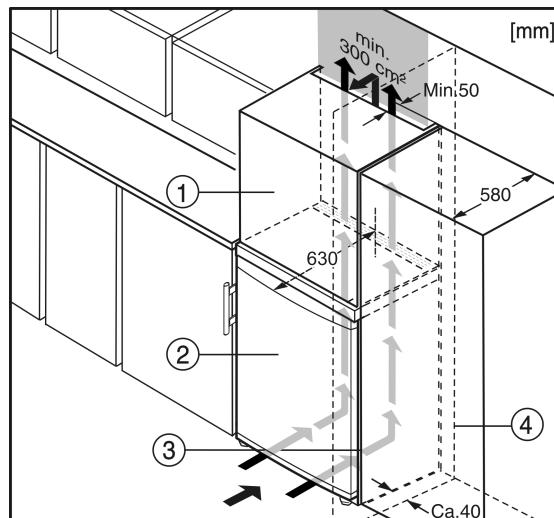

Fig. 5
(1) Opbouwkast
(2) Apparaat
(3) Keukenkast
(4) Wand
Het apparaat Fig. 5 (2) kan worden ingebouwd in de keuken. Om het apparaat aan de hoogte van het keukenblok aan te passen, kunt u er een passende opbouwkast Fig. 5 (1) op plaatsen.
Bij ombouw met keukenkasten (max. diepte 580 mm) kan het apparaat direct naast de keukenkast Fig. 5 (3) worden opgesteld. De apparaatdeur steekt opzij 34 mm en in het midden van het apparaat 50 mm uit ten opzichte van het keukenkastfront. Hierdoor is de deur zonder problemen te openen en sluiten.
Plaatst u het apparaat met de scharnierkant naast een muur Fig. 5 (4), dan moet de afstand tussen apparaat en muur minstens 40 mm bedragen. Dit in verband met het uitsteken van de deurgreep bij een geopende deur.